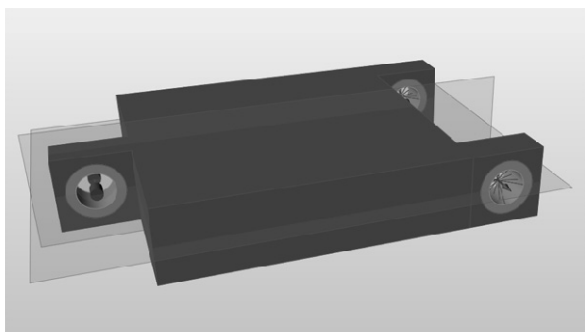

图 5-32
6) 单击鼠标右键按〈Esc〉键退出工具, 如图 5-32 所示。